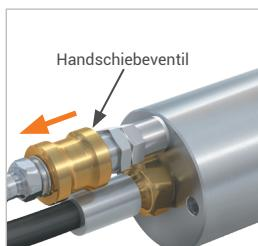

Abbildung 6
- ▶ Schieben Sie die Schieberhülse des Handschiebeventils (Pos. 6) zurück (*Abbildung 6*). Der anliegende Steuerdruck wird entlüftet. Die Frontdichtungen (Pos. 7) werden entspannt, die Verbindung zum Prüfling wird gelöst und der Adapter kann gerade nach hinten abgenommen werden.